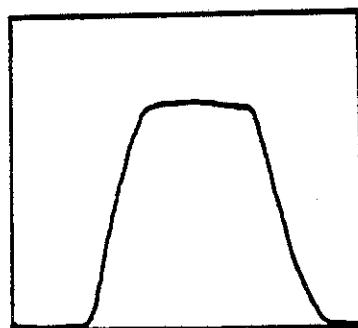

図 3-6
- (7) 「MODE SELECTOR」を、「PEAK HOLD」に設定しますと、被測定物の波形が、図 3-6 のようになります。波形が、図 3-6 のようにならないときは、スイーパを速く掃引させ、「SCAN TIME」スイッチを、遅く設定して下さい。